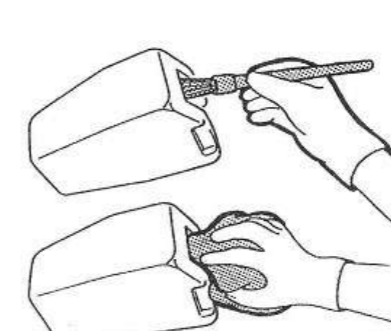

fig.86
5. Lavare la parte interna del raccoglicatena con del cherosene ed asciugarlo. (fig.86)